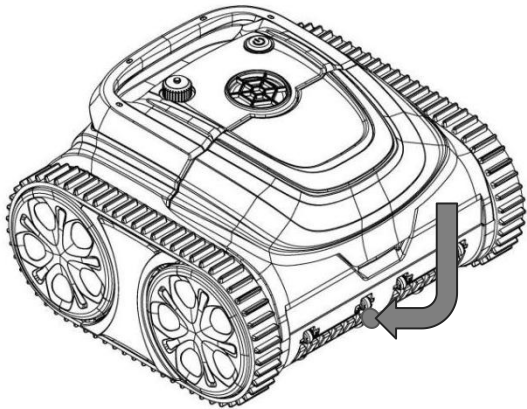
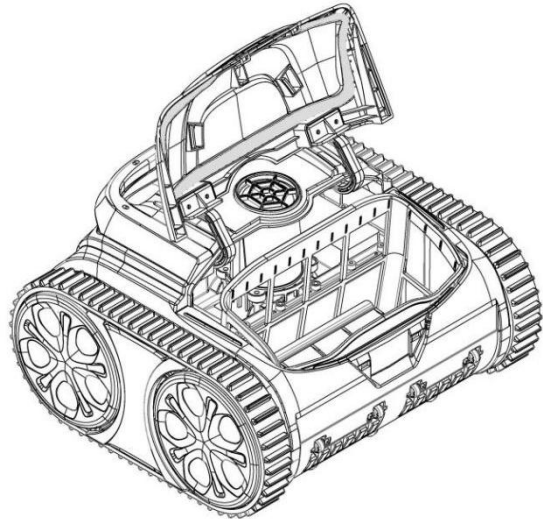

Figura 4-1
Figura 4-2
4.3.1 Retirar la bandeja de filtro: Coloque el equipo en la orilla, presione el lugar mostrado en la figura para abrir la cubierta (Figura 4-1), véase la bandeja de filtro en la figura 4-2.